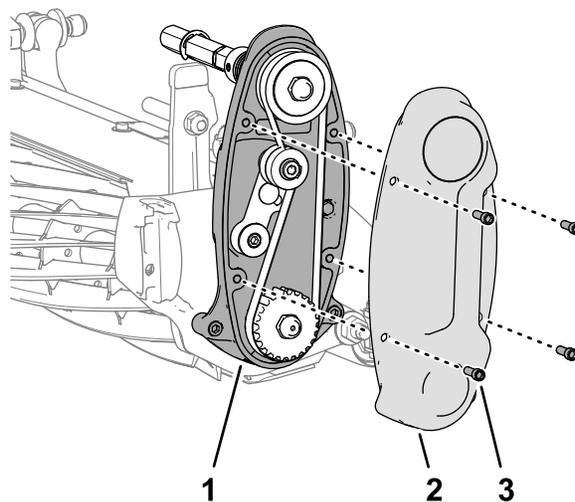

图 6
1. 拆下用于将盖子固定到滚刀驱动总成壳体的 4 个六角头螺丝 图 6。